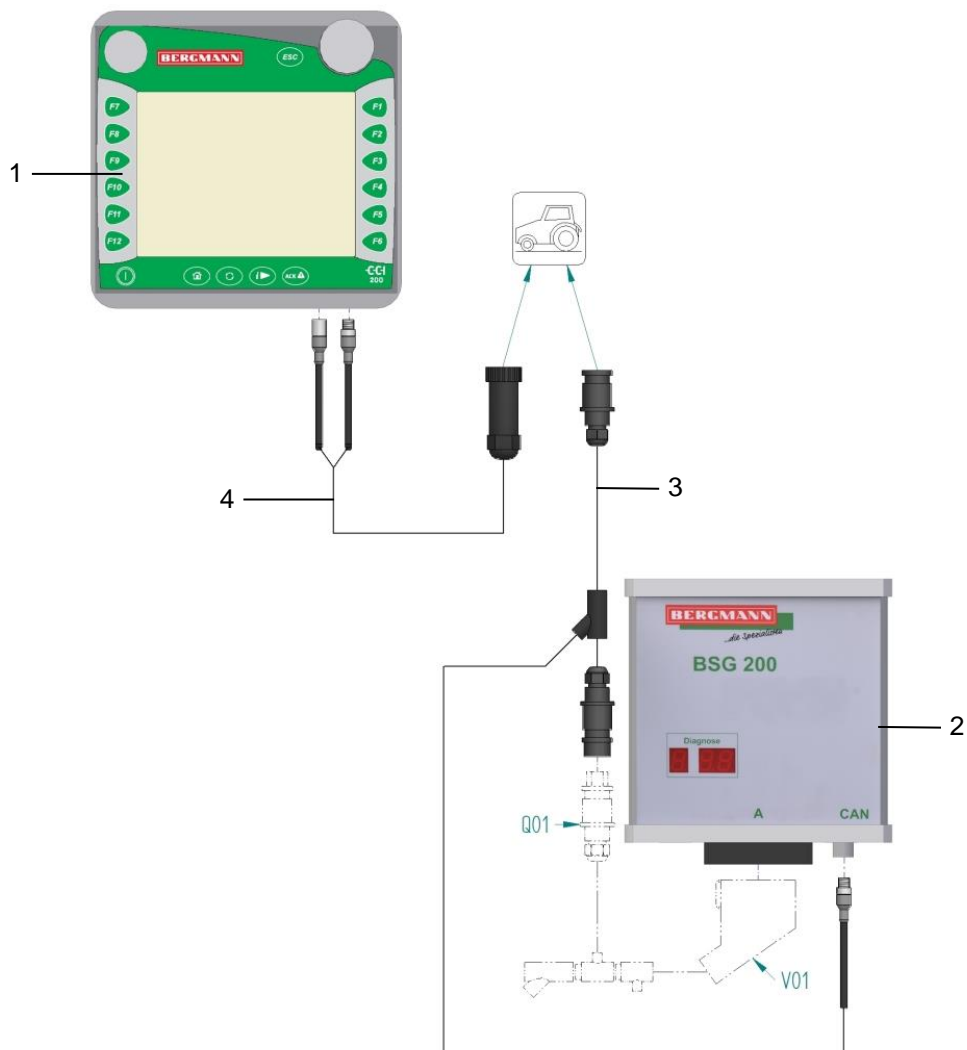

Bild 8: Anschlussschema des Terminals CCI50 / CCI200 mit BSG200
- Verbinden Sie die Anschlüsse des Versorgungskabels (Bild 8 / Pos.3) mit den entsprechenden Anschlüssen des Kabelbaums, des Steuergerätes BSG200 (Bild 8 / Pos.2) und der Stromversorgung am Traktor unter Berücksichtigung der nachfolgenden Daten:
- Verbinden Sie die Anschlüsse des Anschlusskabels (Bild 8 / Pos.4) mit den entsprechenden Anschlüssen des Terminals (Bild 8 / Pos.1) und des Traktors unter Berücksichtigung der nachfolgenden Daten: